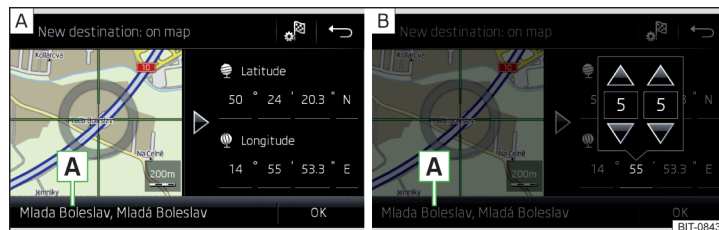

Fig. 211 Introducir destino: a través del punto del mapa / con ayuda de las coordenadas GPS
- Por el toque de la pantalla desplazar el destino deseado en la cruz reticular » fig. 211 - **A**.
- Pulsar y ajustar los valores de las coordenadas del GPS uno detrás del otro » fig. 211 - **B**.
Si están disponibles informaciones sobre el punto introducido en los datos de navegación del Infotainment, entonces serán visualizadas en vez de las coordenadas GPS (p.ej. dirección **A** » fig. 211).